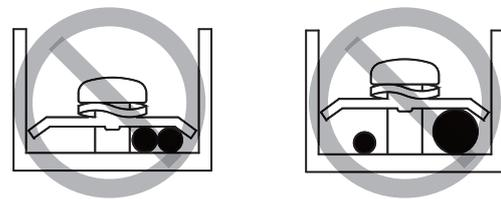

Figura 7.2
- Não ligue dois cabos de alimentação com diâmetros diferentes ao mesmo terminal da fonte de alimentação. Caso contrário, os fios podem sobreaquecer devido a cabos soltos (ver Figura 7.2).